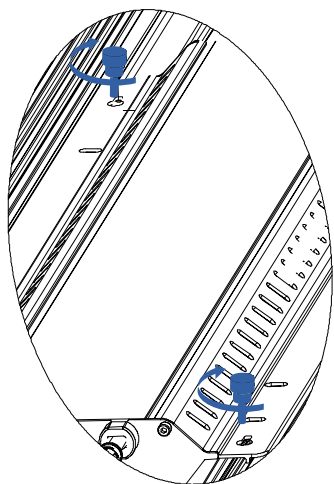

Fig. 8
d. Une fois que le driver est en position, assurez-vous de visser les 2 attaches orange du contrôleur (partie E). Cette étape est importante pour fixer le contrôleur en place, voir figure 8.